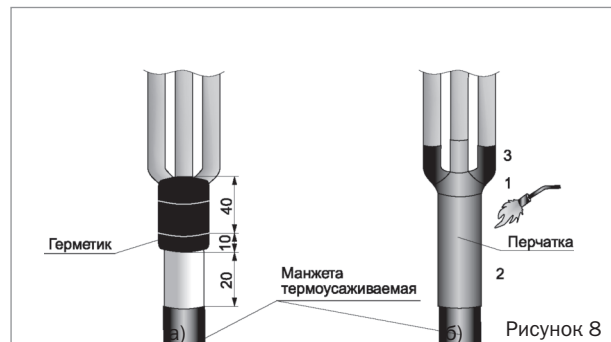

Рисунок 8
- Обмотать длинную ленту герметика по краю металлической оболочки с заходом на 10 мм на оболочку и вверх на 40 мм по жилам кабеля, удаляя разделительную бумагу (рисунок 8а).
- Сблизить жилы кабеля. Надеть перчатку с усилием до упора в изолированный «корешок» разделки кабеля. Усадить перчатку, начиная от основания пальцев перчатки, вкруговую, затем в направлении оболочки. Важно, чтобы основание перчатки было усажено на ранее установленную термоусаживаемую манжету. В последнюю очередь усадить пальцы перчатки на жилы кабеля. После усадки перчатка должна плотно облегать манжету и трубки на жилах кабеля, а по торцам основания перчатки и пальцев должен быть виден выступивший расплавленный клей (рисунок 8б).